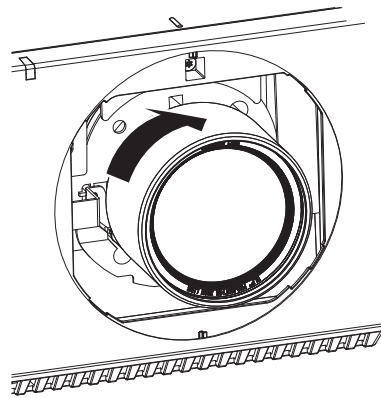

Figura 2
- 2) Gire la lente de proyección en el sentido de las agujas del reloj hasta que haga clic. (Figura 2)